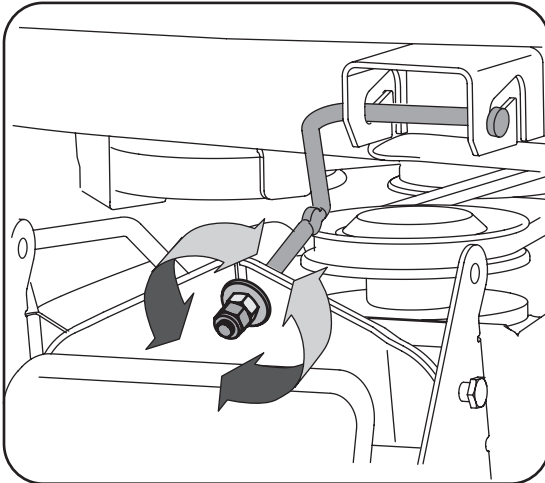

Figure 5-1
3. De l'avant du tracteur, desserrez le contre-écrou à six pans qui se trouve sur la tige de suspension du plateau de coupe et éloignez-la de l'écrou à six pans interne. Voir la Figure 5-1.